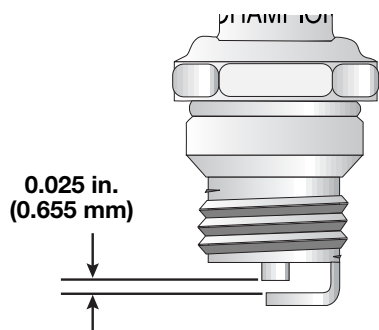

Fig. 28
- a. Tournez l'écrou de réglage à l'aide d'une clé de 8 mm (5/16 po) ou d'un tournevis à embout hexagonal (Fig. 28).
3. Remplacez toute bougie fendillée, encrassée ou sale. Réglez l'écartement à 0,655 mm (0,025 po) à l'aide d'une jauge d'épaisseur (Fig. 28).